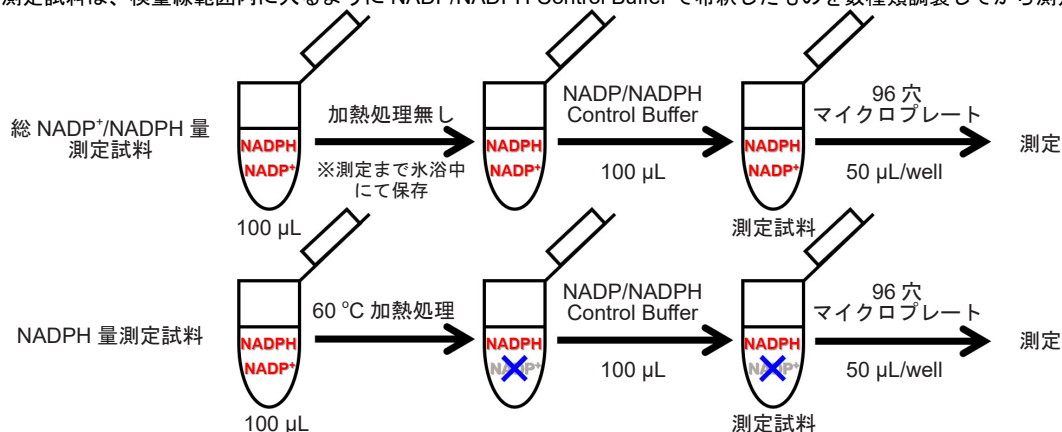

図 3 測定サンプルの調製方法
- (6) 得られた濾液を、1.5 mL マイクロチューブ 2 本に 100 μL ずつ移し、総 NADP+/NADPH 量および NADPH 量測定試料とする (図 3 参照)。
- (7) NADPH 量測定試料を 60 °C で 60 分間インキュベートする。